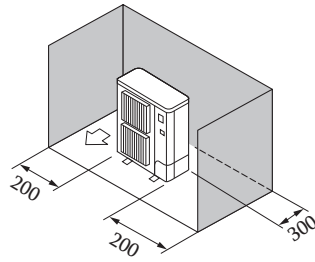

Fig. 2-5
- ③ Շրջապատող իրեր՝ միայն հետևի մասում և կողքերից (Fig. 2-5)